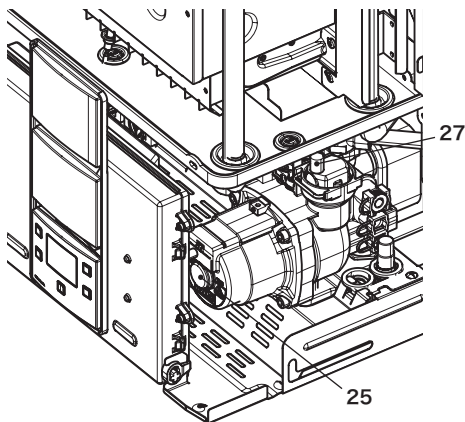

图 6.3
- 松开自动放泄阀的阀帽 27 (图 6.3)。
- 拆除顶帽 25 (图 6.3) 并使用螺丝刀旋转转轴，释放泵。